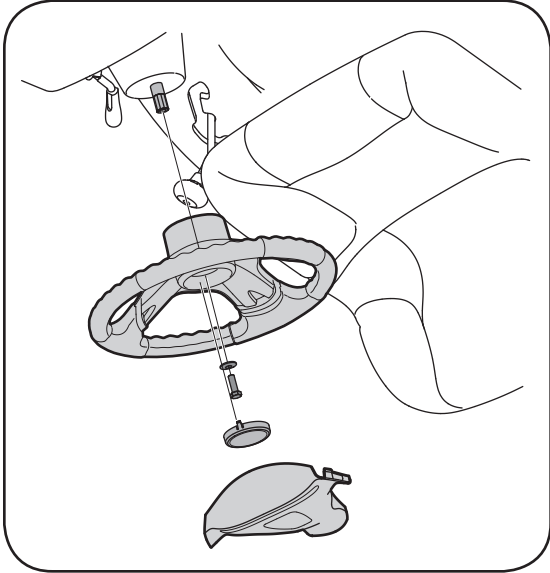

Figure 3-3
REMARQUE : Il existe deux modèles différents de capuchon. Voir la Figure 3-3. Les modèles de capu-
2. Placez la rondelle, côté creux vers le dessous, sur l'arbre de direction. Maintenez avec un boulon de retenue hex. Voir la Figure 3-3.